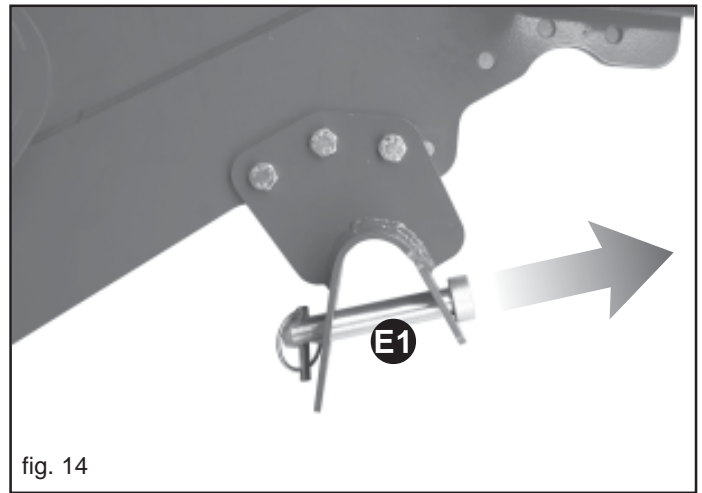

fig. 14
- 2) Die Schnapperstifte wegnehmen und die Sperrbolzen loslösen (E1, Abb. 14).
- 2) Bei angehobener Maschine die Stützen einsetzen, und die Sicherheitsbolzen herausziehen (E1, Abb. 14).